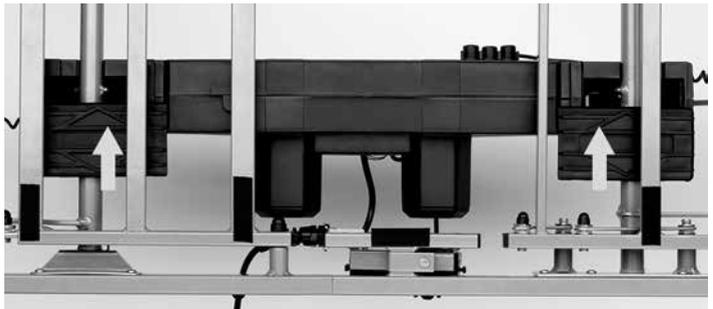

Abb. 7
7. Hängen Sie den Kastenmotor an die Hebet Teile der Liegefläche ein. Mit den Verschlusschiebern an beiden Seiten wird der Kastenmotor fixiert (Abb. 7). Achten Sie darauf, die Verschlusschieber bis zum Anschlag einzuschieben.